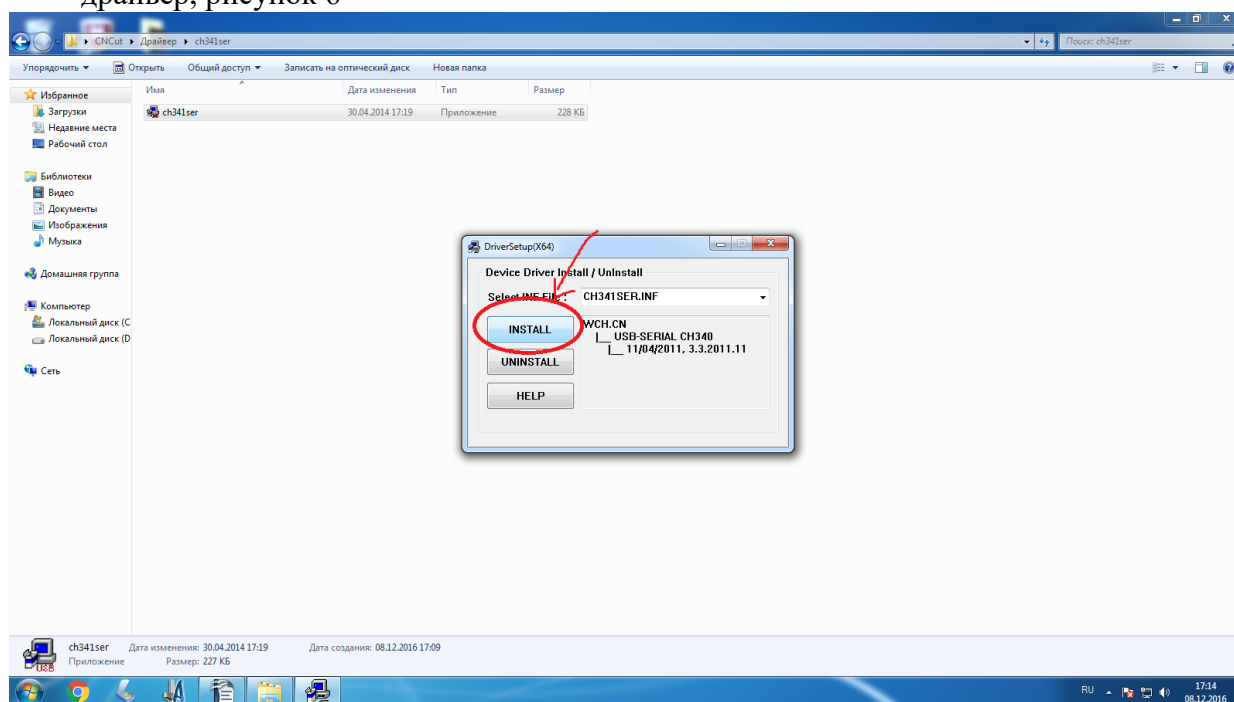

Рисунок 6. Установка драйвера
- 5) Откройте распакованную папку **ch341ser** и нажмите «INSTALL», чтобы установить драйвер, рисунок 6